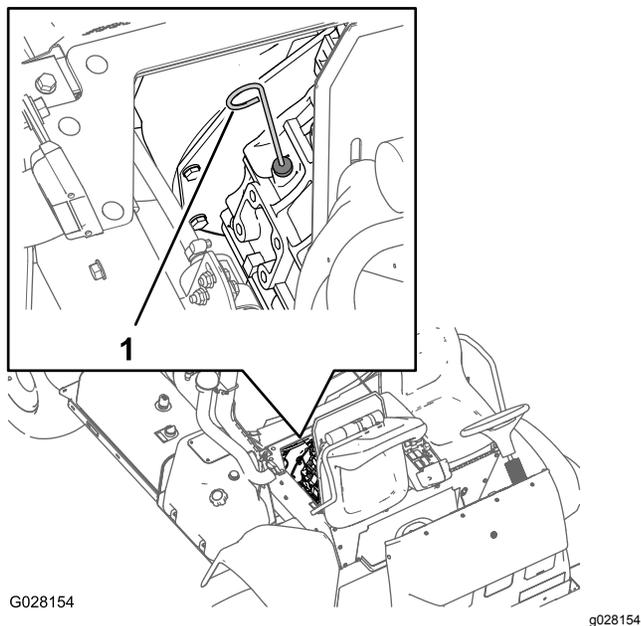

Рисунок 72
6. Выньте масломерный щуп и проверьте уровень масла в двигателе (Рисунок 72).
7. Медленно долейте дополнительное масло указанного типа, чтобы довести его уровень до метки Full (Полный) на масломерном щупе (Рисунок 72).